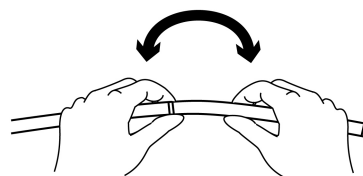

図 2
- 6.受動湾曲部の両端を把持し、軽く曲げ、受動湾曲部が滑らかに曲がることを確認すること (図 2 参照)。